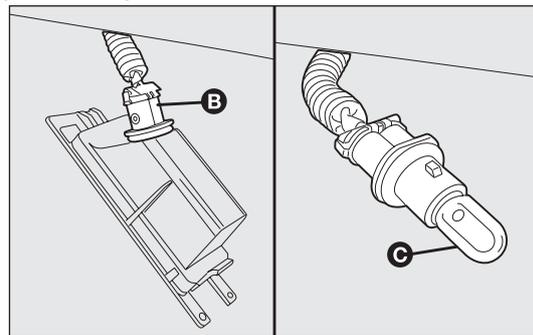

fig. 161
- ❑ gire el portalámpara B-fig. 161 hacia la izquierda, la continuación, extraiga la lámpara C.